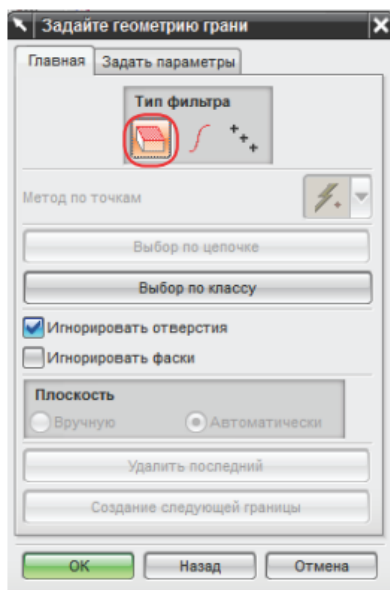

Рисунок 3.5 – Вікно створення границь обробки
З'явиться діалогове вікно завдання меж обробки (рис. 3.5).
Якщо необхідно задати границю заново, то виконайте команду Виберіть все заново (1) і потім Додати (2). На екрані знову буде діалогове вікно, як на рис. 3.5.